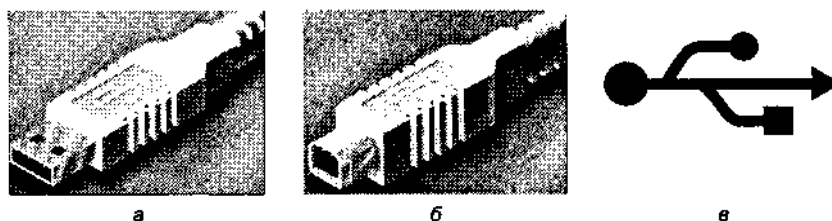

Рис. 17.2. Коннекторы USB: а — вилка типа А; б —вилка типа В; в — символическое обозначение
*Физический интерфейс USB* прост и изящен. Конструкция кабелей и коннекторов USB (рис. 17.2, а и б) не дает возможности ошибиться при подключении устройств. Для распознавания разъема USB на корпусе устройства ставится стандартное символическое обозначение (рис. 17.2, в). Гнезда типа А устанавливаются только на нисходящих портах хабов, вилки типа А — на шнурах периферийных устройств или восходящих портов хабов. Гнезда и вилки типа В используются только для шнуров, отсоединяемых от периферийных устройств и восходящих портов хабов (от «мелких» устройств — мышей, клавиатур и т. п. кабели, как правило, не отсоединяются). Для малогабаритных устройств имеются разъемы mini-B, а для поддержки расширения OTG (см. 17.8) имеются вилки mini-A и розетки mini-AB. Хабы и устройства обеспечивают возможность «горячего» подключения и отключения с сигнализацией об этих событиях хосту.